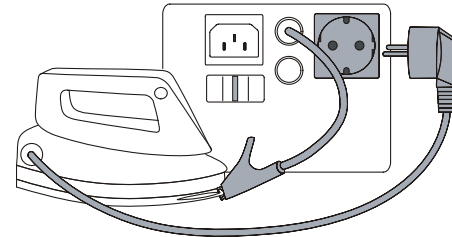

Abbildung 4. Messung des Schutzleiterwiderstandes
- 1 Verbinden Sie den Prüfling und die Messleitung für die Schutzleiterwiderstandsmessung wie auf dem Tester dargestellt, siehe Abb. 4.